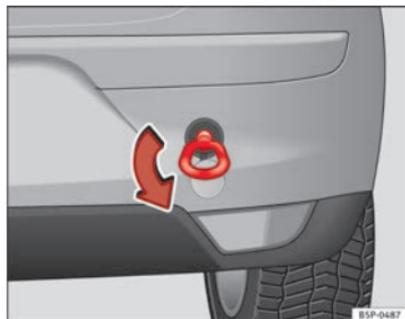

Abb. 205 Einschrauben
- Schrauben Sie die Abschleppöse in Pfeilrichtung *links* herum bis zum Anschlag vorne ⇒ Abb. 204 oder hinten ⇒ Abb. 205 in die Gewindebohrung ein. ■